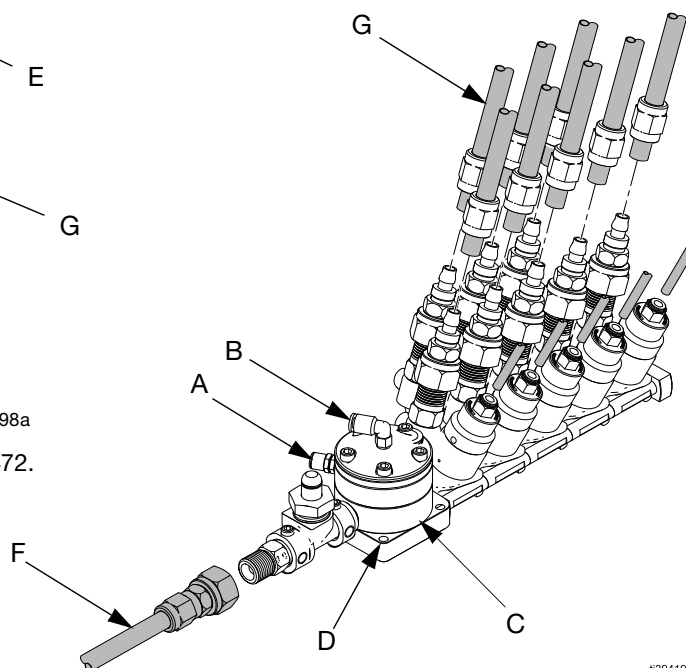

FIG. 1: Installazione tipica
Vedere FIG. 1. Montare il regolatore del fluido (C) in una posizione vicina al dispositivo di erogazione del fluido. È inclusa una staffa di montaggio (D). Vedere **Dimensioni** a pagina 15 per informazioni sul montaggio.
Montare il regolatore su una superficie di montaggio conduttiva (E) collegata a una messa a terra efficace. Attenersi alle normative locali. Il filo di messa a terra e il morsetto Graco codice 222011 sono disponibili come accessori. Vedere FIG. 1.
- Utilizzando linee di alimentazione dell'aria ad alta pressione (A) e bassa pressione (B) separate, collegate come mostrato nella FIG. 1.
Vedere FIG. 1. Collegare la linea di ingresso del fluido (G) tra il raccordo d'ingresso del fluido da 1/4 npt(m) e l'alimentazione del fluido.
Installare i seguenti accessori nell'ordine mostrato nella FIG. 1, utilizzando se necessario gli adattatori.
Vedere FIG. 1. Collegare la linea di uscita del fluido regolata (F) tra la porta di uscita del fluido da 1/8 npt(f) e il punto di erogazione del fluido del sistema.